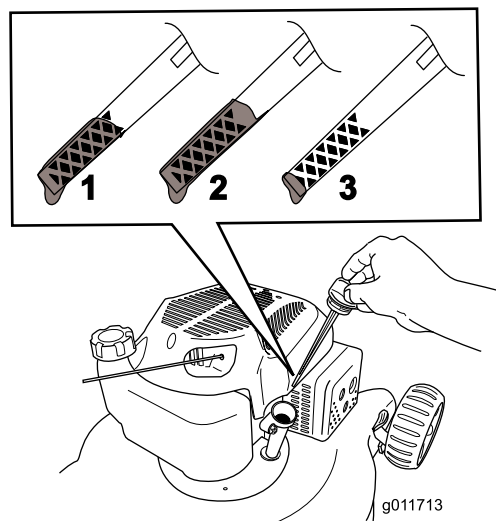

Рисунок 4
2. Извлеките масломерный щуп (Рисунок 4).
3. **Медленно** налейте масло в маслозаливное отверстие, подождите несколько минут, после чего проверьте уровень масла масломерным щупом. Для этого вытрите щуп дочиста и вставьте его в маслозаливное отверстие, **не ввинчивая при этом** крышку в маслозаливное отверстие (Рисунок 4).
Примечание: Заливайте масло в картер двигателя до тех пор, пока масломерный щуп не покажет, что достигнут нужный уровень масла в двигателе, как показано на Рисунок 4. В случае перелива слейте некоторое количество масла